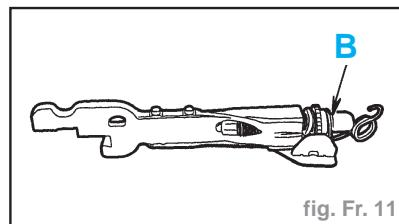

fig. Fr. 11
- les surfaces (A) avec une graisse type **LUBRITHERM G200**
Impératif : Ramener en position initiale (B) la molette du système de rattrapage de jeu (fig. Fr. 11).